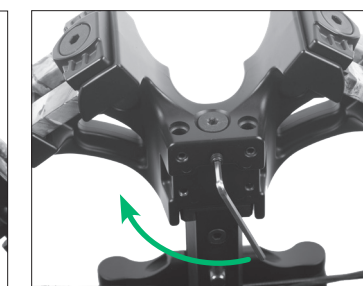

FIGURA 4
- 7** Inserte el tornillo de bloqueo del perno de la empuñadura (Parte G) y apriételo firmemente con la llave hexagonal pequeña (Parte I). Esto ayuda a evitar que el perno de la empuñadura se afloje durante el uso de la ballesta. Vea la Figura 4.